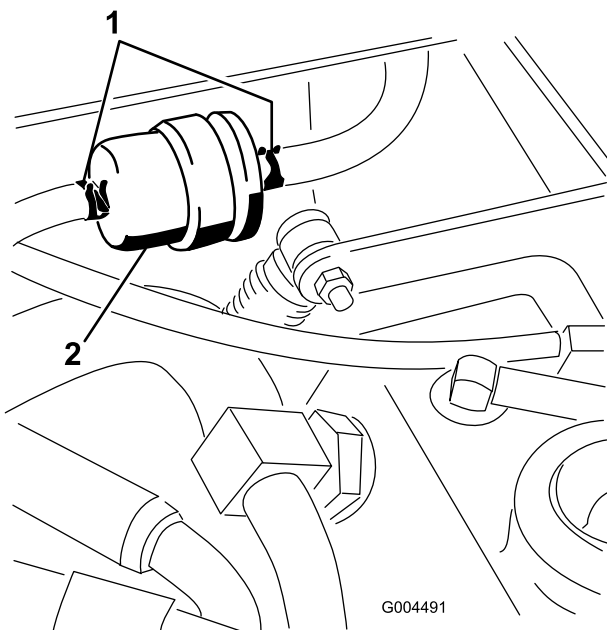

Bild 46
Tauschen Sie den Kraftstoffvorfilter (Bild 46), der sich zwischen dem Kraftstofftank und der Kraftstoffpumpe befindet, alle 400 Betriebsstunden oder mindestens einmal jährlich aus.
1. Klemmen Sie beide Kraftstoffleitungen ab, so dass kein Kraftstoff ausströmen kann, wenn die Leitungen abgezogen werden (Bild 46).